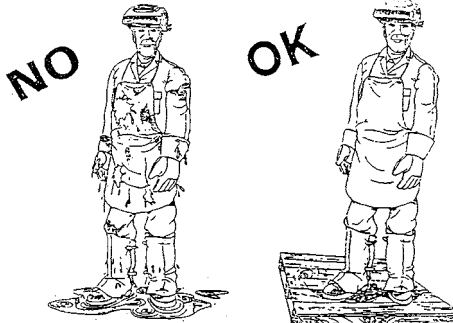

Fig.7
- reforçando os equipamentos de proteção individual, o isolamento a partir do solo e a peça a ser soldada pelo operador (Fig. 7)